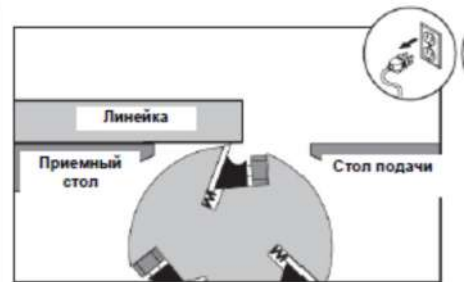

Рис. 52 Настройка высоты приемного стола
6. Используйте линейку, чтобы отрегулировать приемный стол вровень с краем ножей ножевого вала, находящихся в верхней мертвой точке (Рис. 52).